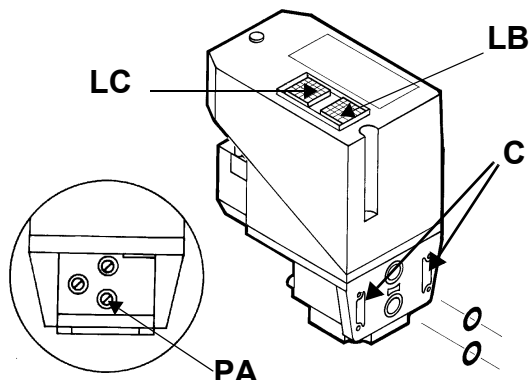
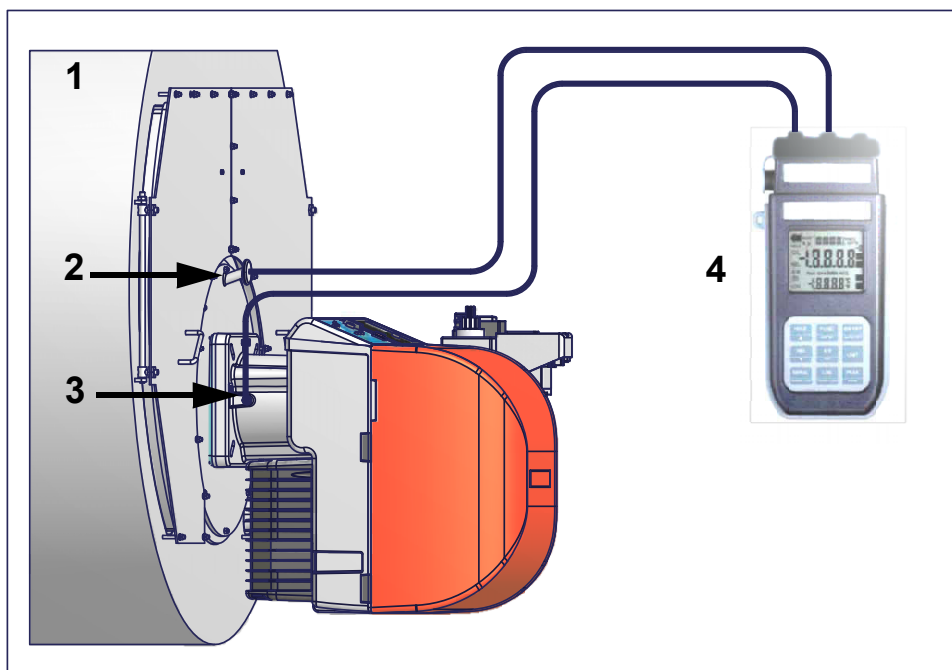

Рис. 8
Рис. 11
- 2). снять крепежные винты группы Multibloc (Рис. 11-А)
- 3). вставить уплотнительные кольца (10,5x2,25) в VPS 504 (Рис. 8-В, Рис. 11-В)
- 4). закрутить 4 винта блока контроля герметичности (M4x16) Рис. 11-С.
Кривые давления газа в голове сгорания горелки, в зависимости от расхода газа, действительны только в том случае, если горелка правильно отрегулирована (процентное содержание остаточного O₂ в уходящих газах - как в таблице "Рекомендуемые параметры выбросов", а CO - в пределах нормы). На этой фазе голова сгорания, дроссельный клапан и сервопривод находятся в максимально открытом положении. Смотрите Рис. 11, на котором изображено, как правильно измерить давление газа, принимая во внимание значения давления в камере сгорания, снятые с манометра или пользуясь техническими характеристиками котла/утилизатора.